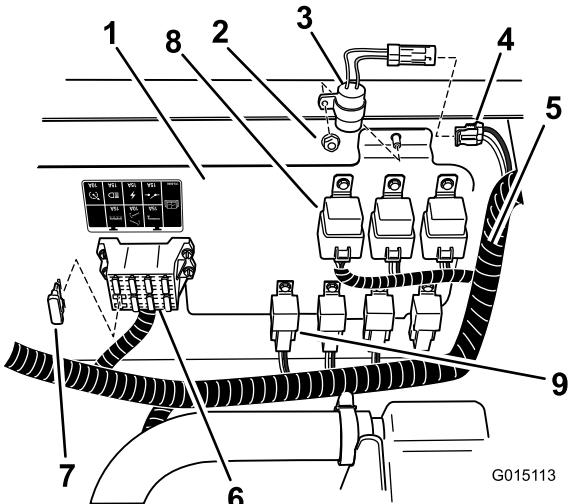
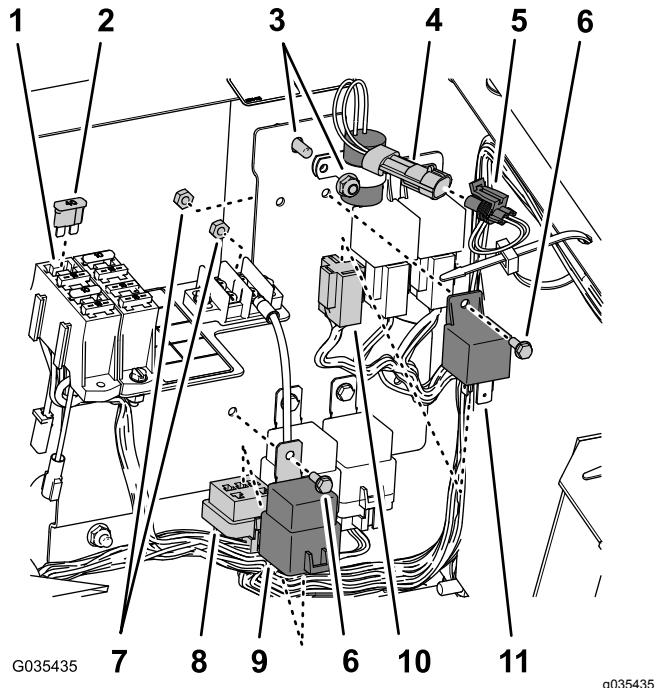
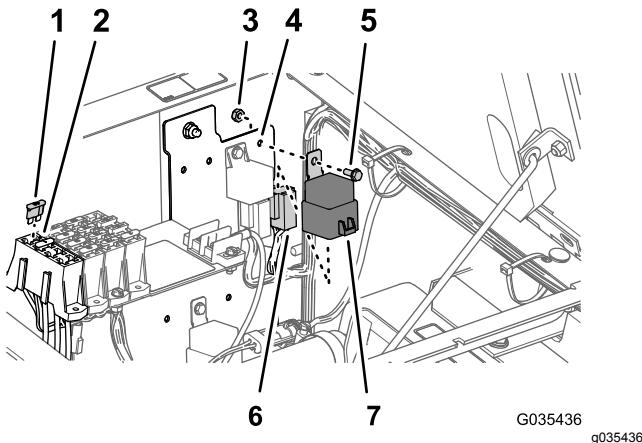

Figura 33
Figura 34
Figura 35
- A. Installate il timer di ritardo nel punto illustrato nella Figura 33 o nella Figura 34 mediante il dado di bloccaggio del quadro elettrico.
- B. Collegate il timer al connettore a 2 prese indicato come timer di ritardo del cablaggio preassemblato della macchina (Figura 33 o Figura 34).
3. Montate un fusibile (40 A) nello slot libero del portafusibili come illustrato nella Figura 33, nella Figura 34 o nella Figura 35.
4. Allineate relè e relè di alimentazione con gli altri relè dello stesso tipo e installateli sul quadro (Figura 33, Figura 34 o Figura 35) con 2 bulloni a testa flangiata (n. 10-24 x 1/2") e 2 dadi di bloccaggio (n. 10-24).
5. Individuate il connettore a 4 prese e il connettore a 5 prese sul cablaggio principale e collegateli al relè (4 pin) e al relè di alimentazione (5 pin), come illustrato nella Figura 33, nella Figura 34 o nella Figura 35.